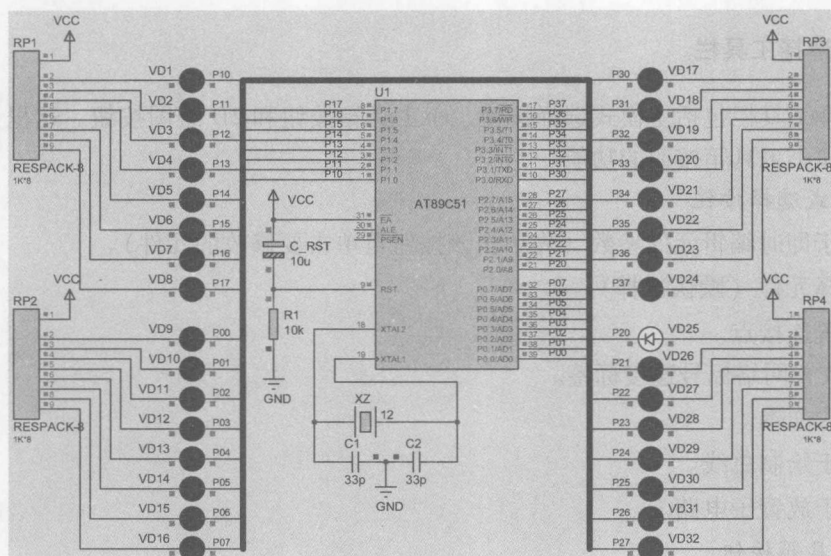

图 1-5 单片机控制流水灯的仿真原理图
实例 2 采用 Proteus 软件绘制如图 1-5 所示的仿真原理图, 再将编译好的流水灯控制程序流水灯 .hex 载入单片机, 启动仿真, 观察流水灯点亮效果。表 1-1 列出了所需添加的元器件。
(3) 删除元件。用下面三种方法可以将原理图上的单片机删除。
- ① 将鼠标放到单片机 AT89C51 上, 用鼠标右键双击, 可将其删除。
- ② 用鼠标左键框选 AT89C51, 然后按下 Delete 键, 可将其删除。
- ③ 用鼠标左键按住 AT89C51 不放, 同时按下 Delete 键, 可将其删除。
(4) 调整元器件方位。在编辑窗口右击 LED - YELLOW, 使其高亮显示, 单击旋转 C、或 按钮, 最终调整 LED-YELLOW 方位见图 1-5。
用类似的方法放置和编辑其他元器件, 放置后各元器件的位置见图 1-5。